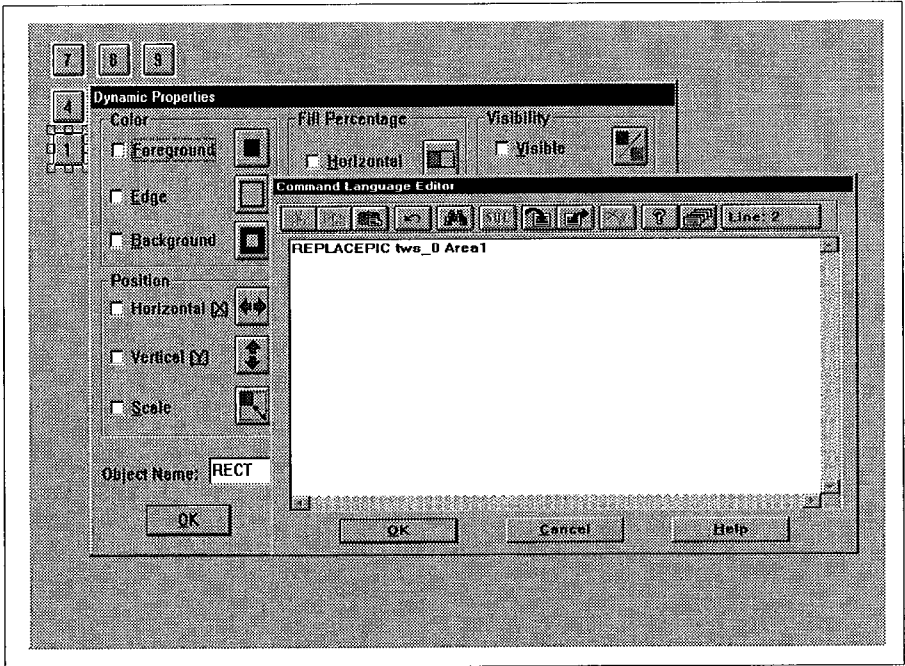

Figure 3-24 Liaison du bouton '1' au synoptique 'Area1'
- 8 Désélectionnez le groupe de touches, en cliquant n'importe où dans le synoptique, puis cliquez sur le bouton '1' pour le sélectionner. Sélectionnez ensuite *Dynamic properties* (propriétés dynamiques dans le menu *Edit* (Edition) pour afficher la boîte de dialogue **Dynamic Properties**, voir figure 3-24.
La figure 3-24 montre la boîte de dialogue avec la commande saisie.